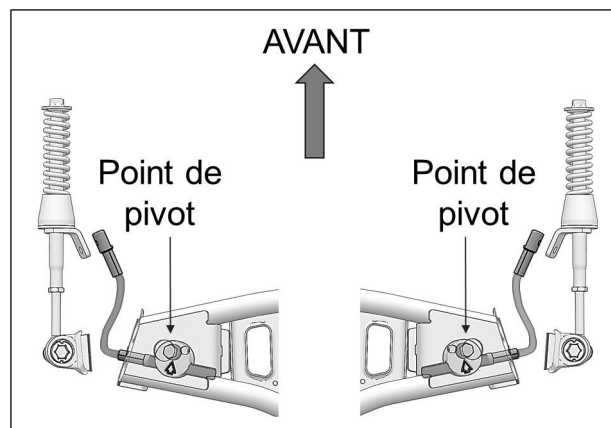

Fig. 24
16. À l'assemblage, assurez-vous que le point de pivot du disque en aluminium soit positionné en avant du câble du limiteur de conduite. Voir la Fig. 24